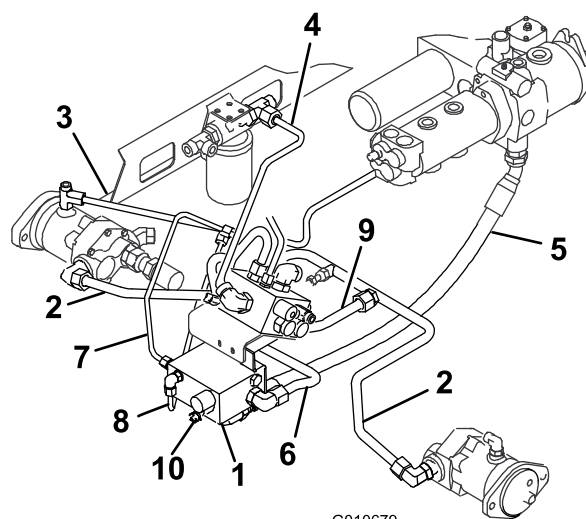

Figura 7
12. Rimuovete il tappo dal tubo idraulico C (Figura 7, riferimento 4).
13. Montate un nuovo tubo idraulico F sul raccordo diritto sul lato destro del collettore del ripartitore di flusso (Figura 7). Collegate l'altra estremità al raccordo del tubo idraulico C.
14. Rimuovete il tappo dal tubo idraulico B (Figura 7, riferimento 3).
15. Montate un nuovo tubo idraulico G sul raccordo a 90 gradi sul lato anteriore del collettore del ripartitore di flusso (Figura 7, riferimento 8). Collegate l'altra estremità al raccordo del tubo idraulico B.
17. Montate un nuovo tubo idraulico H sul raccordo diritto dietro il collettore del ripartitore di flusso (Figura 7, riferimento 9). Collegate l'altra estremità al raccordo del tubo idraulico A.
22. Tagliate la fascetta per cavi per liberare il connettore e collegarlo al solenoide idraulico sul collettore del ripartitore di flusso (Figura 7).